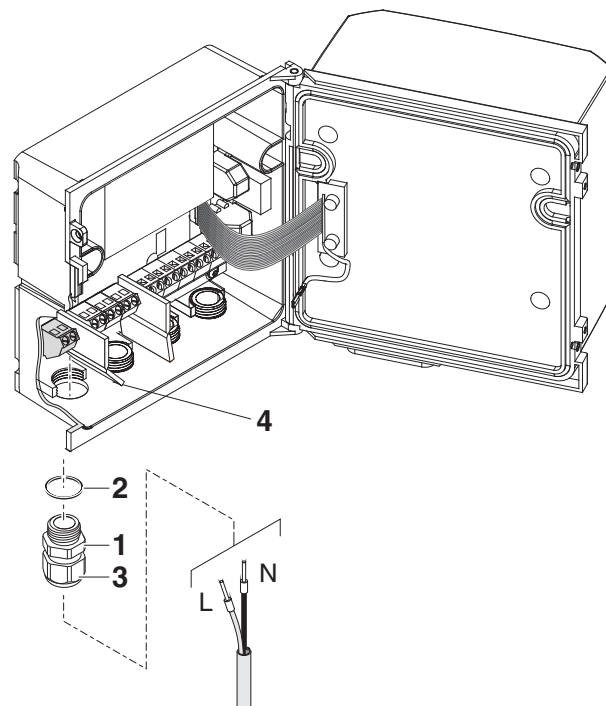

fig. 3-13 Introduire le câble d'alimentation secteur.
- 6 Visser un passe-câbles à vis (pos. 1 fig. 3-13) avec bague d'étanchéité (pos. 2) dans le boîtier au-dessous du raccordement réseau.
- 7 Desserrer l'écrou de serrage (pos. 3).
- 8 Introduire le câble d'alimentation secteur dans le boîtier en le passant par le passe-câbles à vis. Ce faisant plier la cloison de séparation flexible (pos. 4) vers la droite.
- 10 Serrer l'écrou de serrage (pos. 3 fig. 3-13).